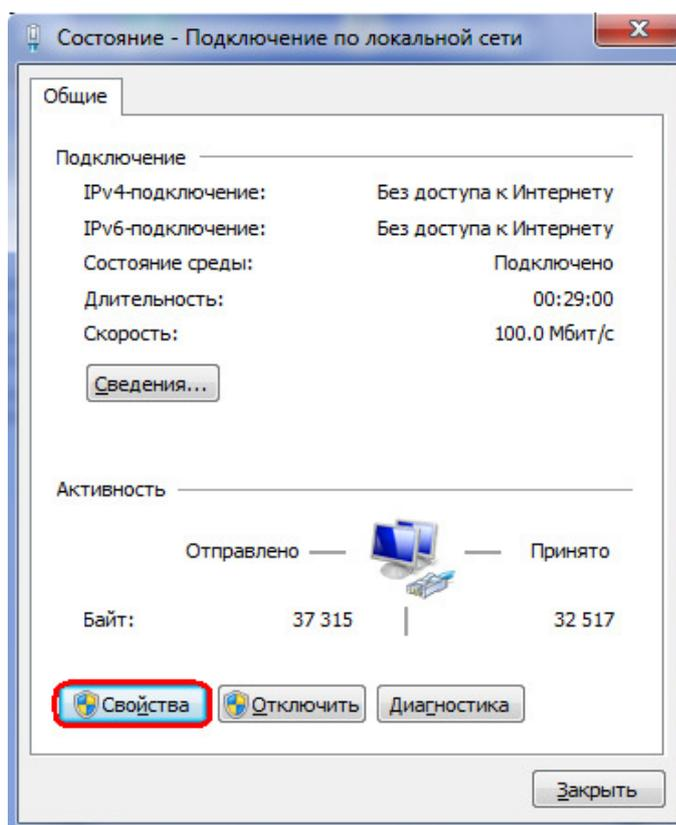

Рис. 2.1.5. Окно «Состояние – Подключение по локальной сети»
4. В открывшемся окне нажмите на кнопку «Свойства» (рис.2.1.5).